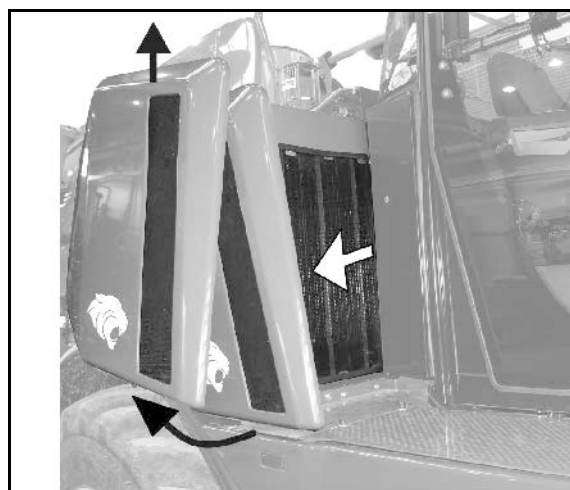

Fig. 170
1. Desfaceți piulița fluture a capotei filtrului (Fig. 170/1).
2. Detașați capota filtrului și trageți în afară elementul exterior de filtrare (Fig. 170/2).
6. anual, înlocuiți cu unul nou elementul interior de filtrare (Fig. 170/3) (nu curățați niciodată).
- o Desfaceți piulița hexagonală (Fig. 170/4) și extrageți elementul interior de filtrare.